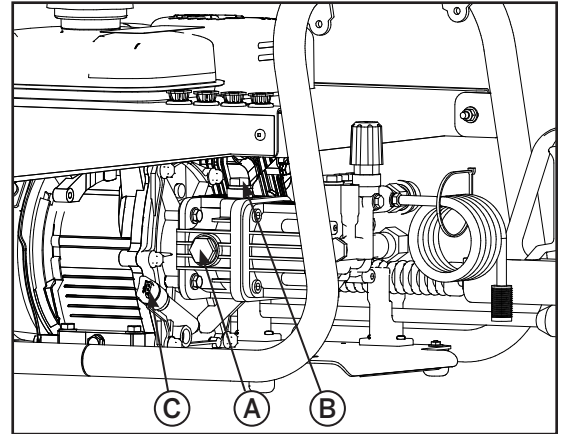

Figure 1
2. Vérifier le niveau d'huile du moteur. Le moteur doit être au niveau. Enlever le bouchon/jauge (C sur la figure 1). Le niveau d'huile doit être égal avec le rebord du trou de remplissage d'huile.
3. Vérifier le niveau d'huile de la pompe (A sur la figure 1). Le niveau doit être au centre de la fenêtre.